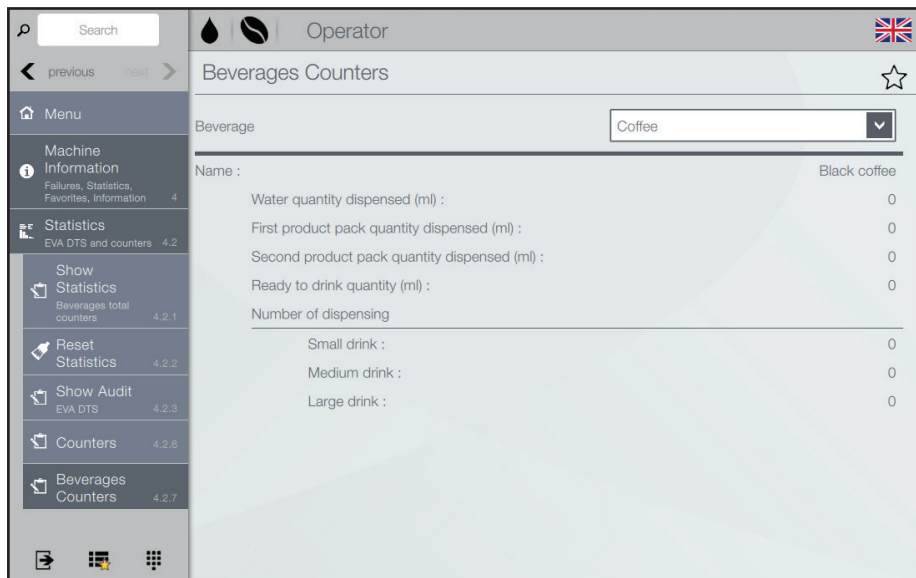

図6.15 - ドリンクカウンター
- ドリンクのプルダウンメニューをタッチして、希望するドリンクを選択します(図 6.15)。